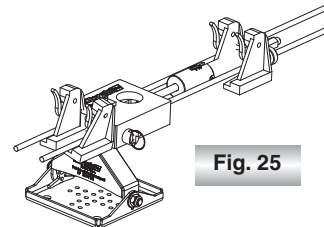

Fig. 25
- 6) Posizionare gli altri due fermacavi sul cavo, in contatto con la faccia interna della piastra d'appoggio dell'attrezzo come indicato alla Fig. 25 (fare attenzione al senso del posizionamento : il piatto del fermacavo deve essere in appoggio contro la testa dell'ancoraggio).